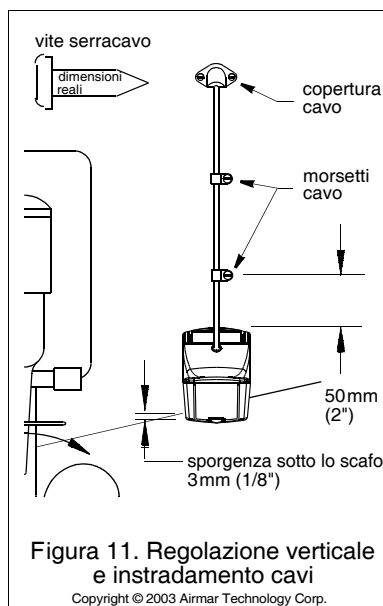

Figura 11. Regolazione verticale e instradamento cavi
2. Verificate che l'angolo inferiore sinistro del sensore sporga di 3mm (1/8") sotto il fondo dello scafo (Figura 11)
- b. Portate il sensore in una posizione più profonda nell'acqua a passi di 3mm (1/8") ciascuno (Figura 11)
1. Se è necessario praticare un foro attraverso lo specchio di poppa, scegliete un punto **decisamente al di sopra della linea di galleggiamento** (Figura 11). Verificate la presenza di ostacoli quali correttori d'assetto, pompe o cavi elettrici all'interno dello scafo. Contrassegnate il punto scelto con una matita. Utilizzando una punta da trapano della misura corretta, praticate un foro per il connettore.